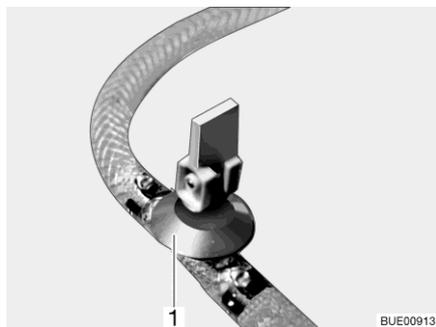
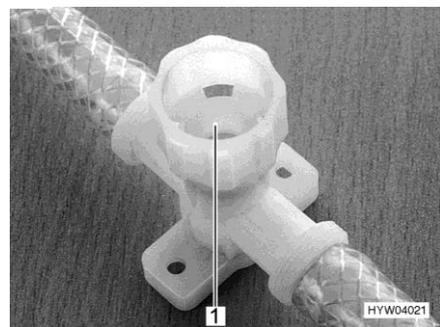

Bild 277 Ablasshahn (mit Kipphebel)
Bild 278 Ablasshahn (mit Drehkappe)
- Alle Ablasshähne öffnen. Dazu den Kipphebel des Ablasshahns (Bild 277,1) senkrecht stellen oder die Kappe des Ablasshahns (Bild 278,1) entgegen dem Uhrzeigersinn drehen.